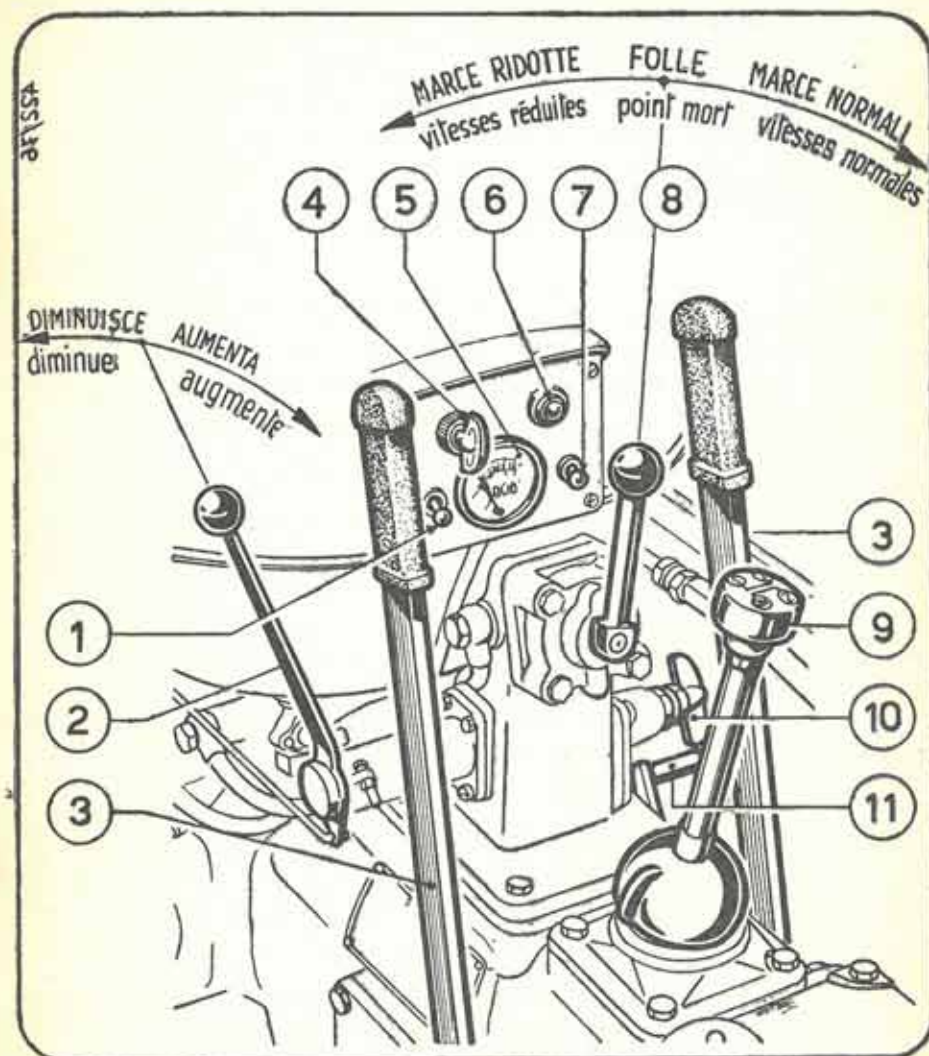

Fig. 12 - GRUPPO COMANDI TRATTORE
**CRUSCOTTO** — E' installato sulla parte posteriore del serbatoio combustibile e comprende: Interruttore luci di posizione - Spia controllo dinamo - Interruttore luci abbaglianti - Manometro olio - Chiametta impianto elettrico e avviamento motore. (V. fig. 12).
b) Tirare un poco verso dietro la leva acceleratore 2) (fig. 12) cioè in posizione leggermente « accelerato ».
c) Inserire la chiavetta 4) nel cruscotto: (fig. 12).
1) Regolare i giri del motore con la leva acceleratore 2) (fig. 12): tirando la leva verso dietro si **aumenta**, spingendo in avanti si **diminuisce**.
### MESSA IN MARCIA DEL TRATTORE (Fig. 12)
b) Riportare sullo scatto centrale la chiavetta 4) (Fig. 12).
**A) LEVE FRIZIONI DI STERZO (3 - Fig. 12)** - Azionate una per volta servono per sterzare. Tirando indietro le leve contemporaneamente e a fondo, SI PROVOCA L'ARRESTO IMMEDIATO del trattore in qualsiasi momento. In caso di necessità le leve possono restare ferme tutte all'indietro; tuttavia **NON VANNO USATE** come freno di stazionamento.